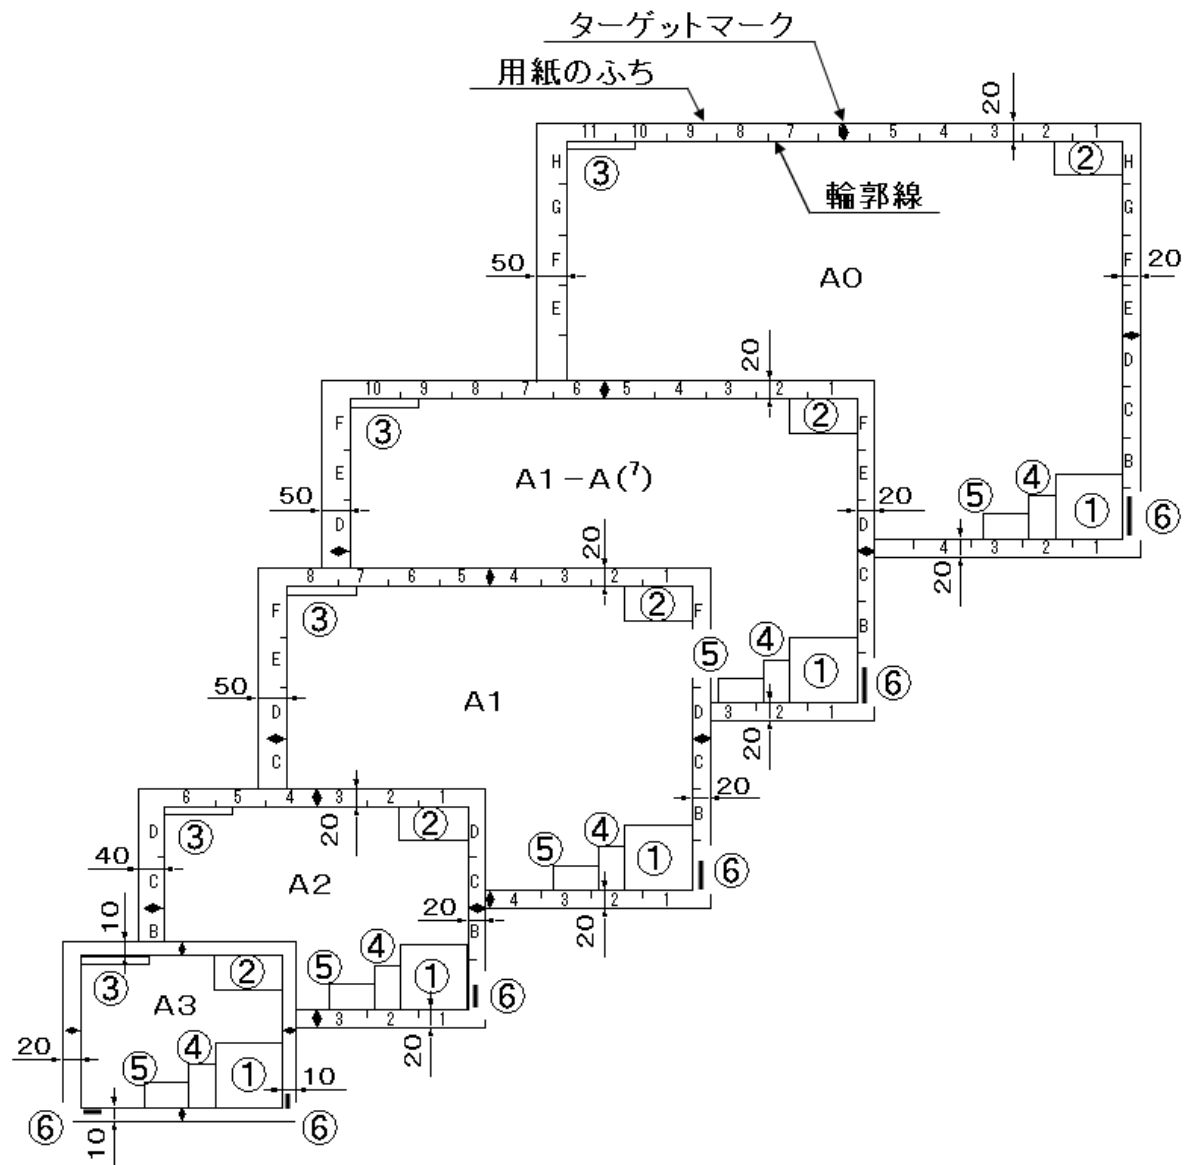

図8-1 輪郭線、各欄、ゾーニング及びターゲットマークなど記号の配置
- (2) 様式及び詳細寸法は、27-V-03-細01CAD図面／図形データ管理細則による。
- (3) 図枠（**図8-1**、**図8-2** 各⑤）のロックマーク欄は、CCD/CATIA/Native NXの図面のみに設定されているもので、現在は、使われていない。
- (2) ターゲットマークの位置
- (i) A3,A2,A1,A1-A及びA0については、製図用紙の縦の中心・横の中心の輪郭線外に記す。（**図8-1**）
比較目盛は、図面を縮小・拡大した場合、その程度を知るための目盛⁽⁶⁾を指す。標題欄の輪郭線外右側下隅及びフレームの左下隅輪郭線外に目盛を入れる。(図8.1と図8.2)
各配置場所は、図8-1 及び図8-2 による。